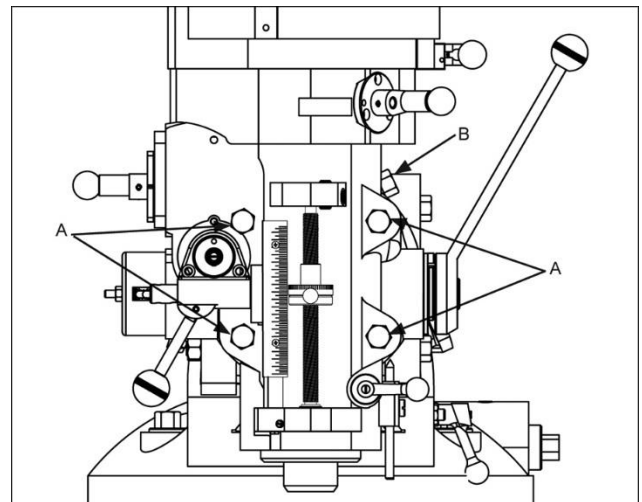

Рисунок 16
- Ослабьте четыре больших шестигранных гайки, закрепляющих фрезерную головку на переходнике подвижной консоли станка (см. рис. 16). Достаточно повернуть гайки на четверть оборота, чтобы сдвинуть головку.
- Поверните накидную гайку (В, Рис. 16) чтобы повернуть фрезерную головку влево или вправо на требуемый угол. Для установки головки под нужным углом пользуйтесь шкалой, расположенной на переходнике консоли.